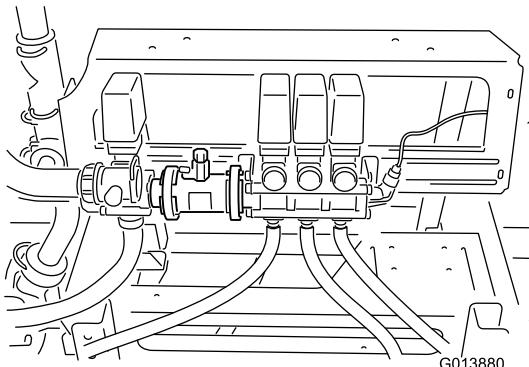

Bild 7
F. Versetzen Sie das Auslegerventil vorsichtig, sodass es mit dem Durchflussmessergehäuse bündig ist (Bild 7).